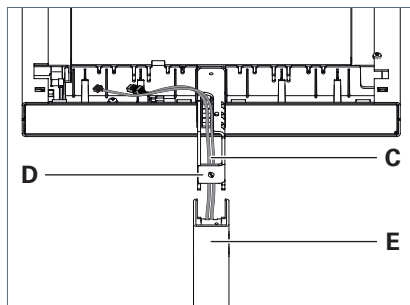

Fig. 2: Monter la tête du luminaire sur le bras vertical.
- Introduisez les câbles **C** par le bas dans le bras support **D** sur la tête du luminaire et enfoncez le bras de support entièrement dans le bras vertical **E**, voir Fig. 2.